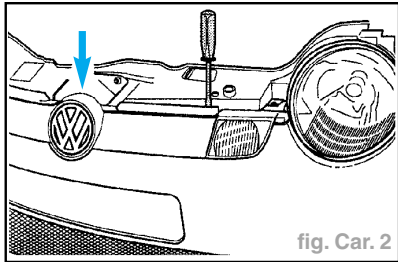

fig. Car. 2
- Tirer l'écran de radiateur vers l'avant tout en déverrouillant le crochet d'arrêt à l'aide d'un tournevis (fig. Car. 2).